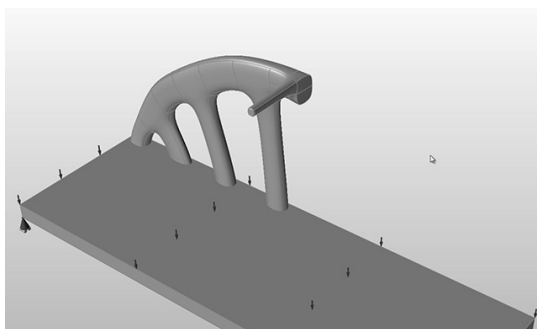

图 15-29
7) 选中优化后的形状（而不是 PolyNURBS），然后按〈H〉键将其隐藏，如图 15-29 所示。